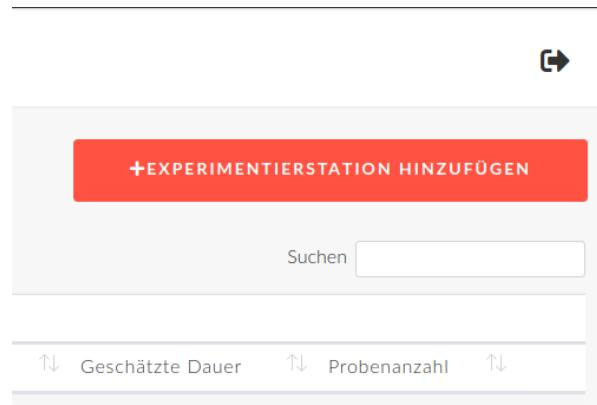

Abbildung 24: Anlegen einer neuen Experimentierstation
- Klicken Sie auf die Schaltfläche *Experimentierstation hinzufügen* (vgl. Abbildung 24)